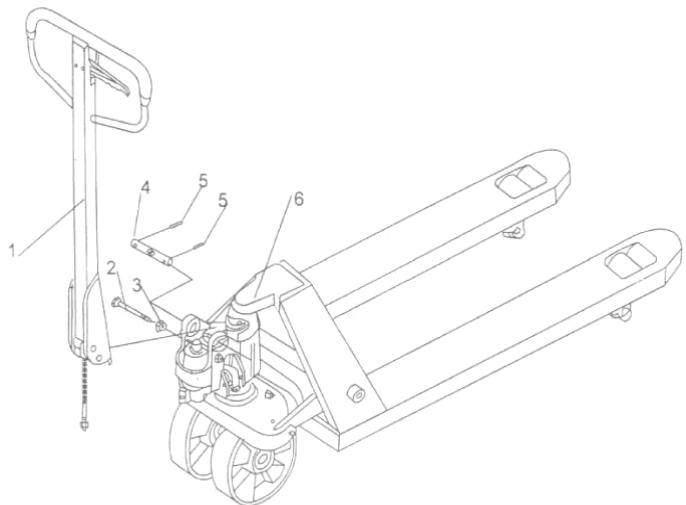

Abb. 5 Montage der Deichsel
- c)** Drücken Sie die Deichsel nach unten; entfernen Sie den Stift (2, Abb. 5).
- d)** Stellen Sie den Steuerhebel der Deichsel in die Position „ANHEBEN“, heben Sie dann die Hebelplatte mit dem Stift (2, Abb. 5) an und stecken Sie die Einstellschraube in den vorderen Schlitz der Hebelplatte.
- e)** Verwenden Sie einen Hammer, um den zweiten Spannstift (5, Abb. 5) in das zweite Loch der Achse einführen.